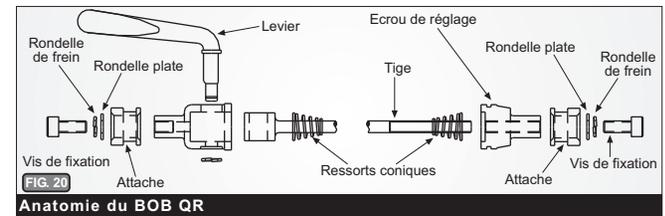

FIG. 20 Anatomie du BOB QR
**8. INSTALLATION DE LA FIXATION RAPIDE (QR) BOB :** IMPORTANT : Les constructeurs de vélos utilisent une vaste gamme de composants et de matériaux pour fabriquer leurs vélos et l'épaisseur des pattes de la roue arrière varient énormément. Il est très important que votre BOB QR soit de la bonne longueur et soit correctement installé sur votre vélo. Remarque : l'écartement à l'intérieur des pattes arrière sous-entend que ces dernières soient appuyées fermement contre les écrous de serrage autour de l'axe du moyeu. Ceci évite tout espace entre ces deux parties et permet une mesure précise. Le premier rôle de la fixation rapide est de fixer la roue arrière de votre vélo correctement. Ensuite, il représente un lien structurel entre le vélo et la remorque. Pour que la fixation rapide fonctionne correctement, la tige de la fixation rapide doit dépasser la patte arrière du côté du dérailleur de minimum 10 mm et de maximum 19 mm. La Fig. 20 illustre l'anatomie de la fixation rapide BOB.
**A)** Les BOBINES pivotantes en acier inoxydable sur la broche du blocage rapide sont asymétriques tel que cela est illustré dans la Fig. 20. Cette conception asymétrique permet d'inverser les BOBINES, permettant ainsi une variance d'approximativement 13mm de dimension d'envergure extérieure des
**C)** Avec le système de blocage rapide installé, et à l'aide d'une clé Allen de 4mm, retirez les vis de retenue sur les côtés gauche et droit des BOBINES, Fig. 20. Retirez les BOBINES et inversez-les en notant la position des rondelles plates et de verrouillage.